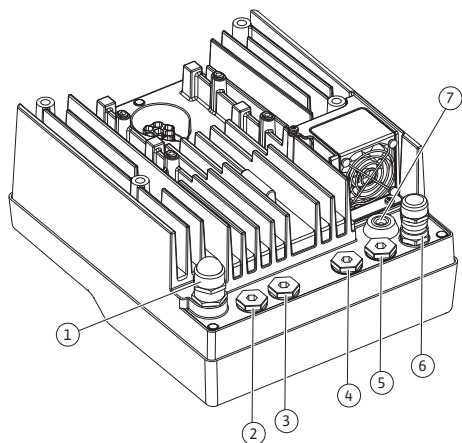

Fig. 18: Στυπιοθλίπτης καλωδίου/Ανοίγματα διέλευσης καλωδίων
4. Οδηγήστε το καλώδιο σύνδεσης μέσω του στυπιοθλίπτη καλωδίου M25 (Fig. 18, θέση 1). Σφίξτε τον στυπιοθλίπτη καλωδίου με την προκαθορισμένη ροπή.